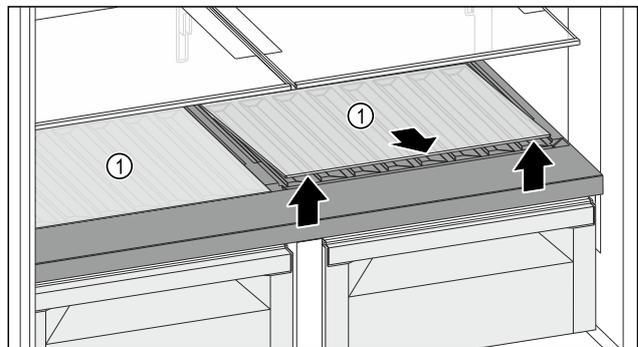

Fig. 117
- Soulever la plaque de verre ou les deux plaques de verre Fig. 117 (1) au niveau de l'évidement avant de la/les retirer.
- Entreposer la/les plaque(s) de verre Fig. 117 (1) dans un endroit sûr hors de l'appareil.